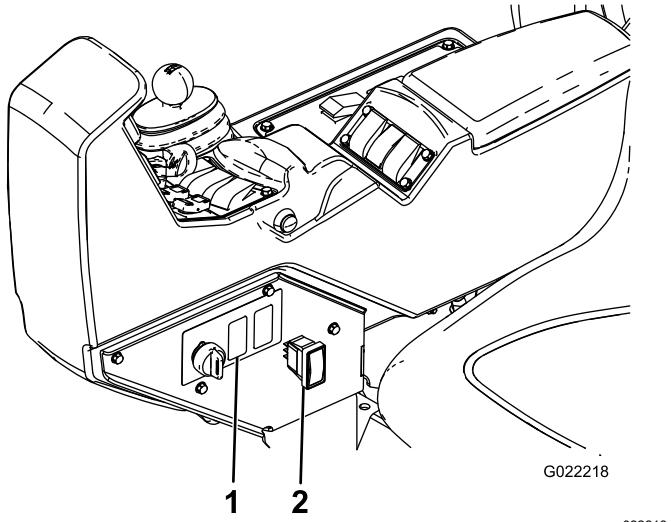

图 13
- 1. 找到喷枪控制台侧面的冲洗水箱开关插头并拔下插头 图 13。
- 4. 穿过控制台将开关安装到盒式接头中 图 13。